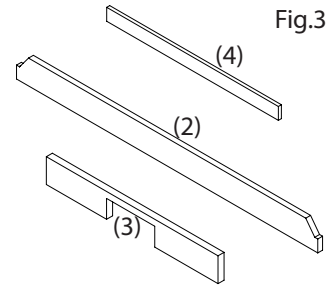

Fig.3
3. Serrar y trabajar todos los laterales según la ilustración (Fig.3 y pág. 7).